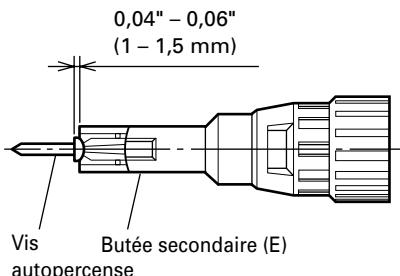

Fig. 6
### (3) Pour vis autoperceuses à tête ronde (Fig. 6)